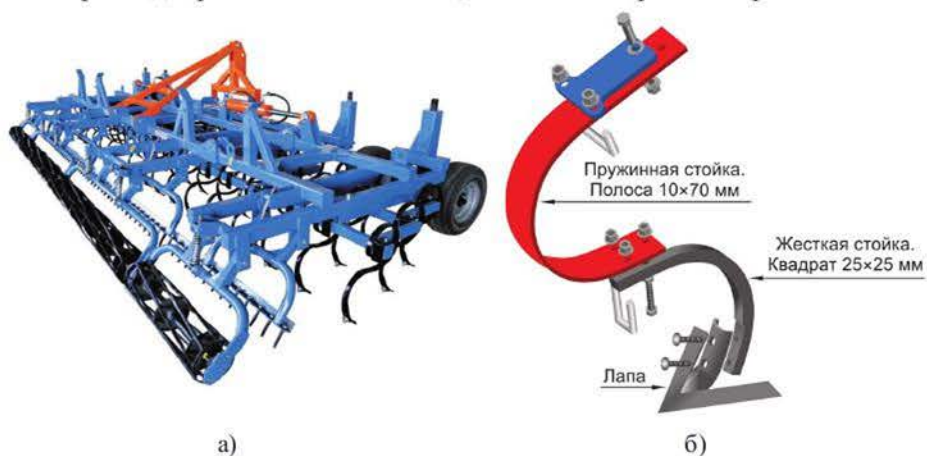

Рисунок 17.2 Культиватор (а) и лапа культиватора (б)
Казахстан – страна с развитой сельскохозяйственной отраслью, обладающая обширными угодьями для выращивания пшеницы, ячменя, овса, подсолнечника, рапса и других культур. Поэтому большое значение имеет техника для обработки земли. Перед посевом почву обрабатывают культиватором (рыхлителем), который прицепляют к трактору (рисунок 17.2 а).
- изучить назначение культиватора, конструкцию стрелчатой плоскорежущей лапы (рисунок 17.2 б);